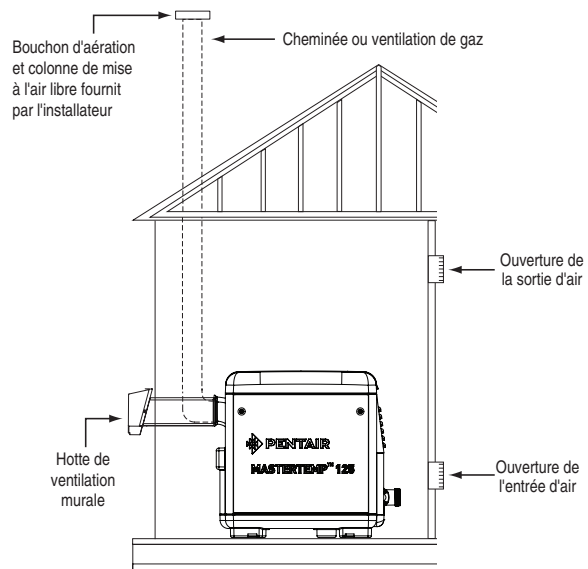

Figure 20.
VENTILATION HORIZONTALE OU VERTICALE - PRESSION POSITIVE (Voir les figures 20, 21, et 22)
6. **Terminaison d'évacuation - Verticale** (Voir les figures 20 et 21), pour la hauteur de la terminaison d'évacuation au-dessus du toit. Utiliser une terminaison d'évacuation homologuée et spécifiée dans les codes locaux et selon les directives du fabricant. Une terminaison d'évacuation doit être verticale. Au Canada, l'emplacement du couvercle de terminaison doit être à un minimum de 4 pieds (1,2 m) de distance horizontalement des compteurs électriques, des compteurs de gaz, des régulateurs et des soupapes de sécurité.